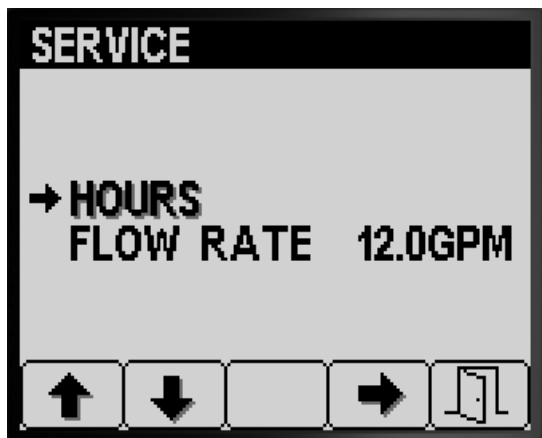

Figura 80
1. Prima o botão 1 ou 2 no ecrã Manutenção até encontrar a opção HORAS (Figura 80).
2. Prima o botão 4 para selecionar a entrada Horas (Figura 80).